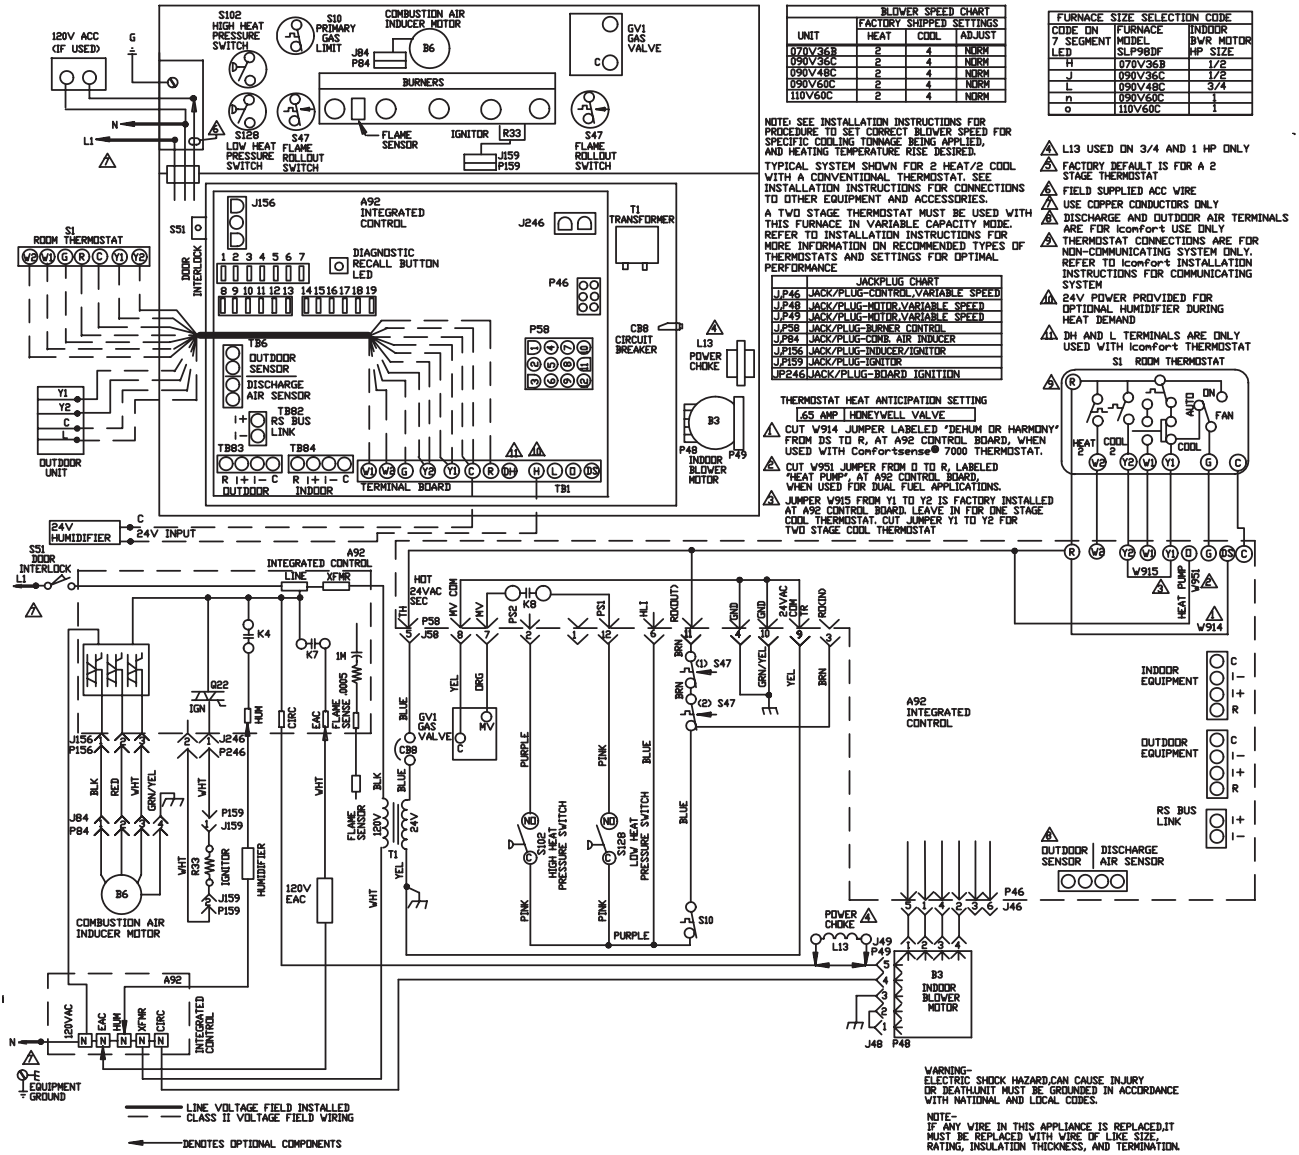

FIGURA 49
- 5 - Complete las conexiones de cableado al equipo. Utilice el diagrama de cableado de la unidad proporcionado y de cableado en el sitio mostrado en la FIGURA 49 y en la TABLA 15. Utilice alambre al menos de calibre 18 que sea adecuado para una clasificación de Clase II de las conexiones del termostato.